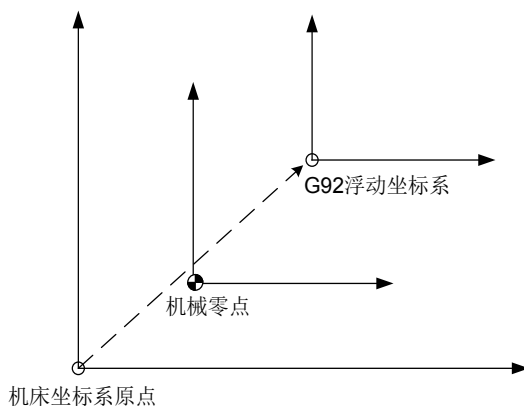

图 3-2-11-1
1、如图 3-2-11-1 所示，G92 浮动坐标系对应的原点为机床坐标系下的值，与工件坐标系没有关系，是在机床回机械零点后才能建立的。